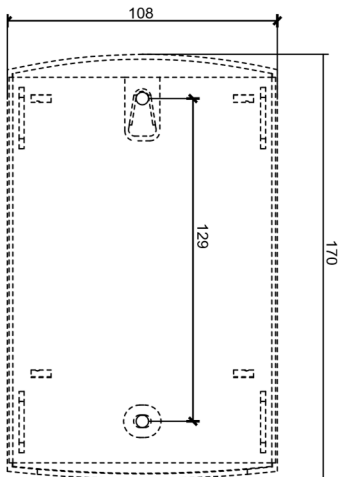

Fig. 1
- Realizzare due fori con punta da muro $\varnothing 5$ alla distanza di 129 mm in verticale come evidenziato in Fig. 1.